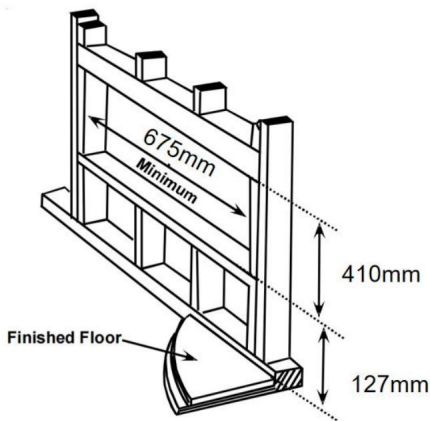

Figura 1
1. La dimensione dell'apertura nella parete deve essere corretta e la dimensione minima dell'apertura nella parete è mostrata nella Figura 1.